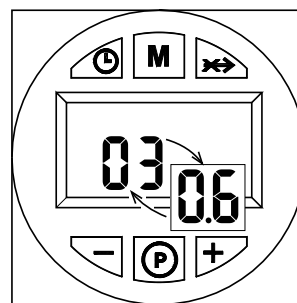

fig. 4
- La versione software dell'interfaccia utente e della centralina (fig. 4)